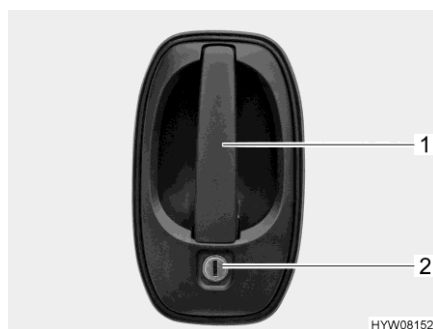

Fig. 53 Cerradura de la puerta (puerta del conductor / puerta del habitáculo en el exterior)
- Introducir la llave en el cilindro de cierre (Fig. 53,2) y girarla hasta que esté desbloqueada la cerradura de la puerta.
- Tirar del tirador de la puerta (Fig. 53,1). La puerta está abierta.
- Introducir la llave en el cilindro de cierre (Fig. 53,2) y girarla hasta que esté bloqueada la cerradura de la puerta.